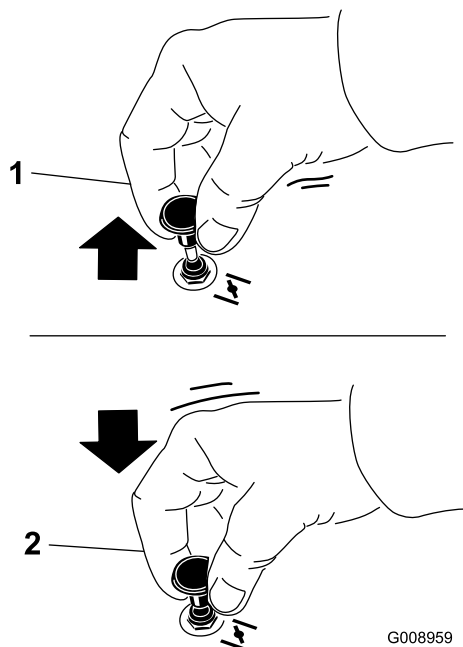

Figura 23
1. Tire hacia arriba del mando para engranar el estárter antes de usar el interruptor de encendido (Figura 23).
2. Presione hacia abajo el pomo del estárter para desactivar el estárter después de arrancar el motor (Figura 23).